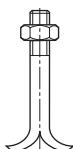

Fig. 8: Forankringsbolte
- Sæt forankringsbolte (se fig. 8) i borerne.